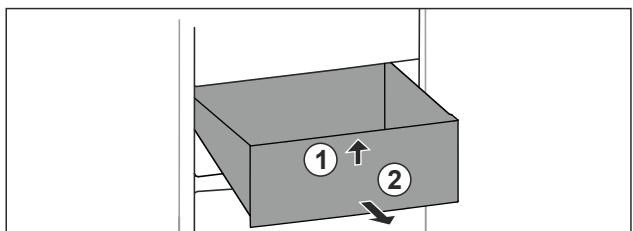

Fig. 86
- Podignite ladicu sprjeda. Fig. 86 (1)
- Izvadite ladicu prema naprijed. Fig. 86 (2)